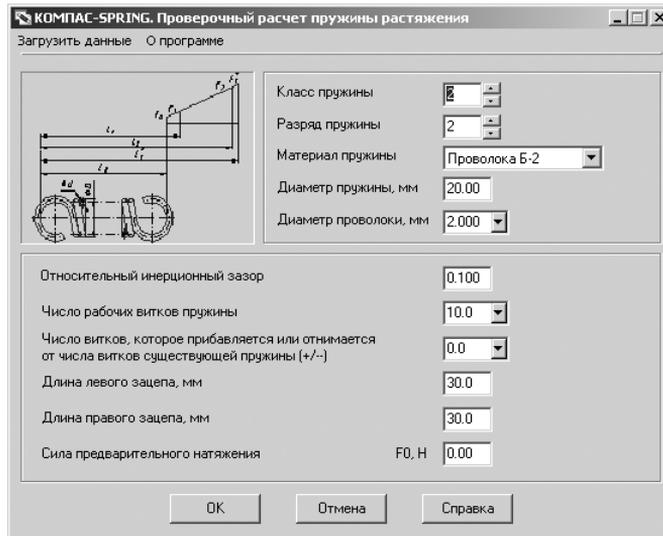

Рис. 4.30. Главное окно системы **КОМПАСС-SPRING. Проверочный расчет пружины растяжения**
- щелкните в главном окне системы **Проектирование цилиндрической пружины растяжения** по кнопке **Проверочный расчет**. Появится главное окно системы **КОМПАС-SPRING. Проверочный расчет пружины растяжения**, см. рис. 4.30.